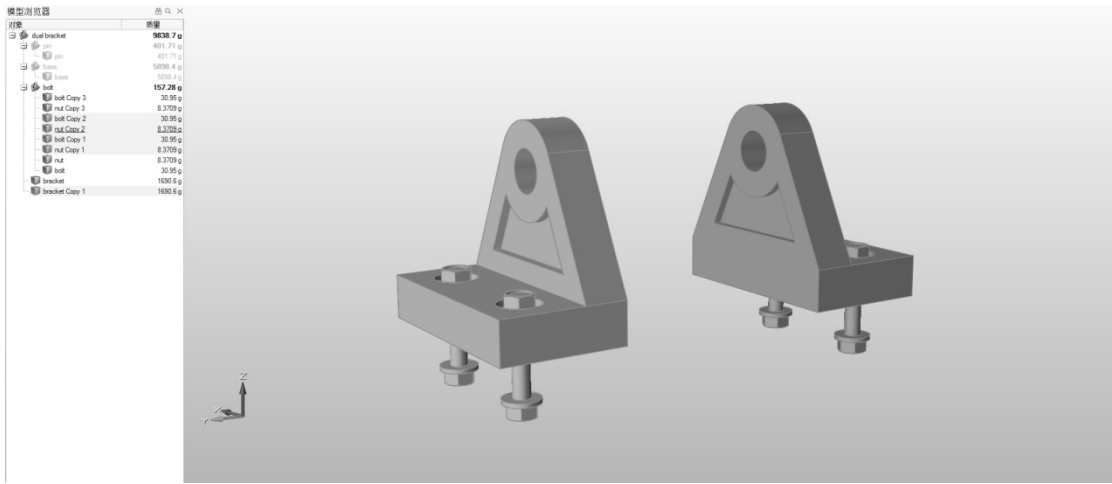

图 3-35
6) 框选模型视窗中的左侧托架、螺母和螺栓，这些对象在模型浏览器中也会被选中，如图 3-35 所示。